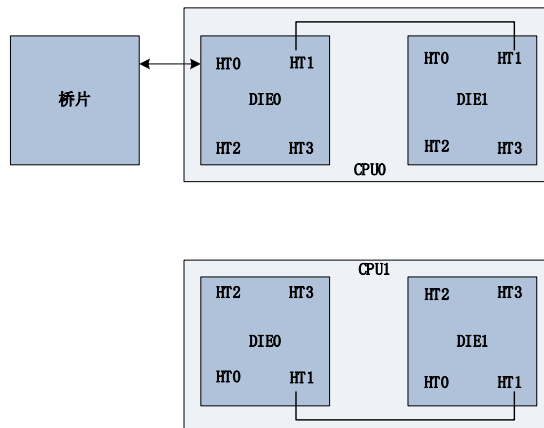

图 2-2 双处理器系统
- (2) 双路服务器，龙芯 3D5000 双处理器系统。使用固定的 HT 接口用于 I/O 桥片连接；使用其它 HT 接口用于多处理器间互连。一种常见的连接方式如图 2-2 所示：